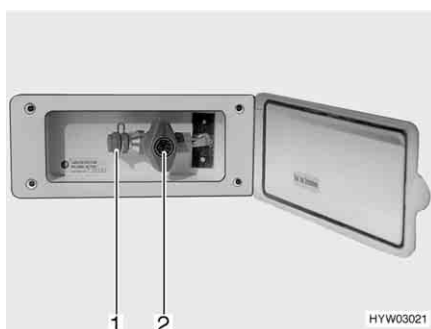

Fig. 45 Presa gas esterna, rubinetto di arresto del gas chiuso
La presa gas esterna (Fig. 45) si trova, a seconda del modello, nella parte posteriore o sul lato destro o sinistro del veicolo.
- Collegare l'apparecchio a gas esterno all'attacco (Fig. 45,1).
- Aprire il rubinetto di arresto del gas (Fig. 45,2).